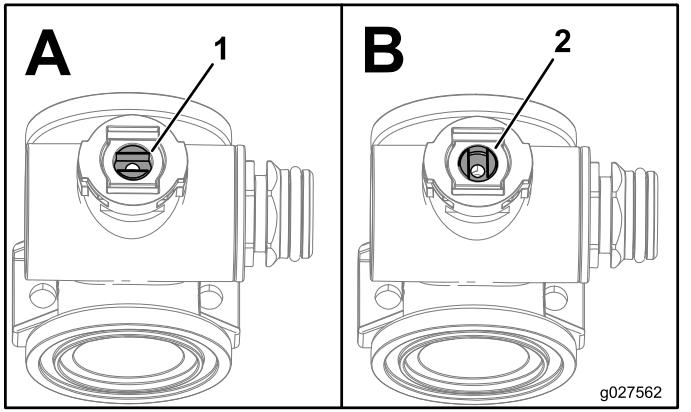

Bild 105
- Drehen Sie den Ventilschaft so, dass er in der geschlossenen Stellung ist (B in Bild 105).
3. Drehen Sie den Ventilschaft so, dass die Kugel in der geöffneten Stellung ist (A in Bild 105).
7. Drehen Sie den Ventilschaft so, dass das Ventil geschlossen ist (B in Bild 105)..